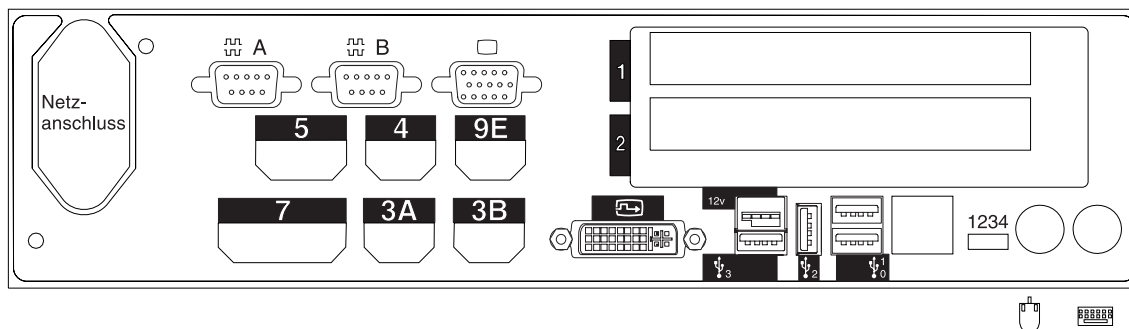
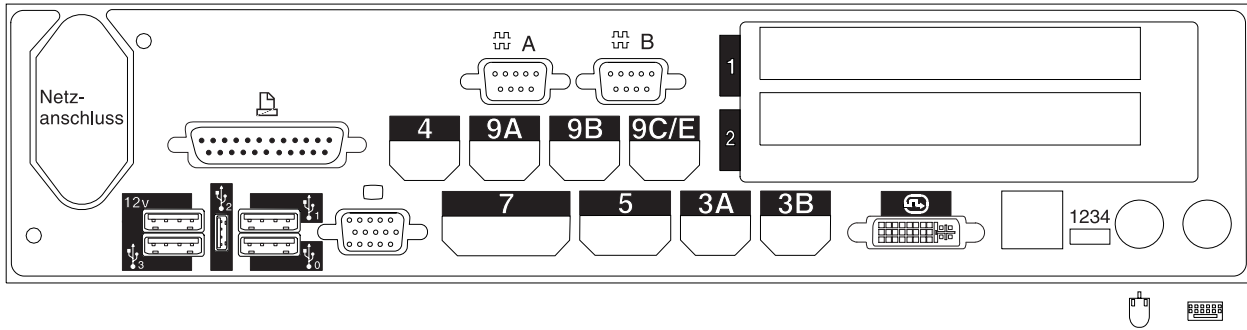

Abbildung 121. Rückseite der Datenkasse IBM 4694-307
Abbildung 122. Rückseite der Datenkassette IBM 4694-347
10. In Abb. 121 und Abb. 122 auf Seite 352 die Buchsen, an die die Kassen-einheiten angeschlossen werden sollen, durch ein X kennzeichnen.